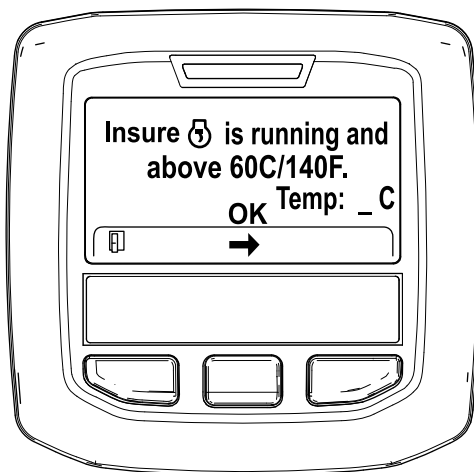

図 36
5. 冷却液の温度が 60°C (140°F) 未満の場合には、Insure is running and above 60C/140F” エンジン作動と冷却水を確認と表示される 図 36。